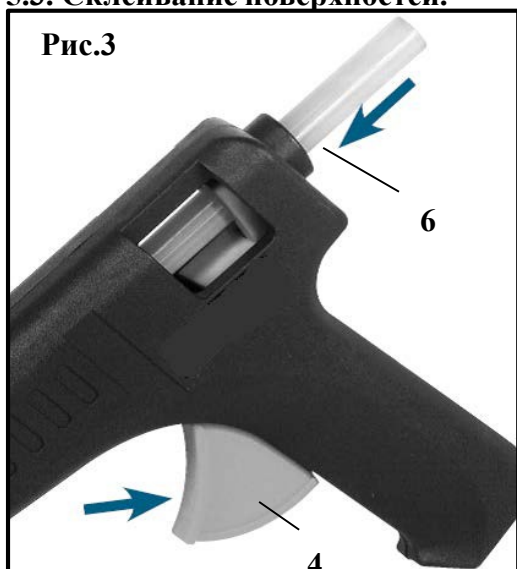

Рис.3
- Нажмите на кнопку подачи клея 4 с умеренной силой (рис.3).